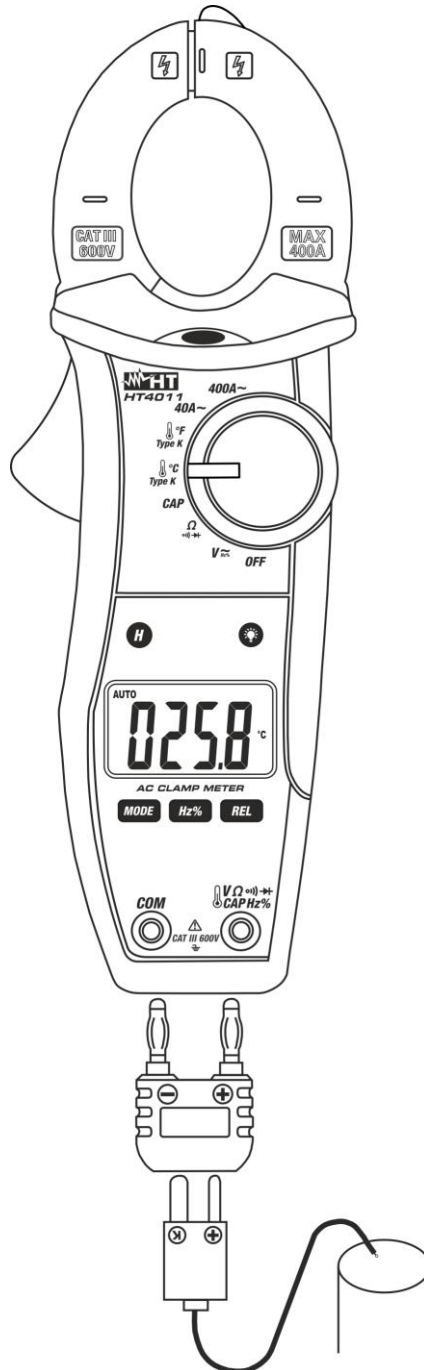

Fig. 9: Uso della pinza per misura di Temperatura con sonda K
2. Inserire la sonda a filo tipo K in dotazione nei terminale di ingresso **VΩHz%** e **COM** tramite l'opportuno adattatore, rispettando la polarità mostrata in Fig. 9. Il valore della temperatura è mostrato a display